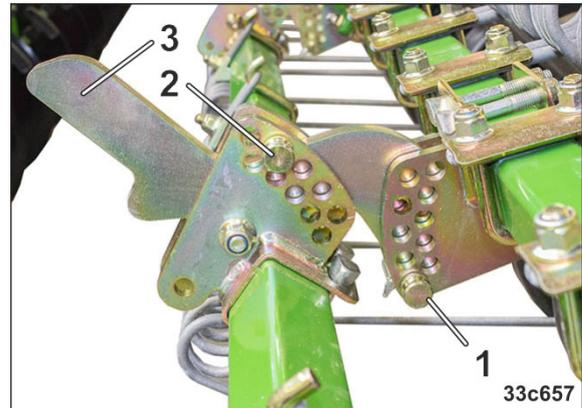

Fig. 192
3. Maintenez le recouvreur à dents par la poignée (Fig. 192/3).
4. Réglez la profondeur de travail des dents en bloquant le bras porteur avec l'axe (Fig. 192/1).
6. Modifiez l'angle de réglage des dents du recouvreur par rapport au sol en réglant l'axe (Fig. 192/2)
Veillez à ce que l'axe (Fig. 192/2) soit fixé en-dessous du bras porteur (Fig. 192/3) dans le segment de réglage.
Plus l'axe (Fig. 192/2) est logé bas sur le segment de réglage, plus l'angle de réglage est plat.
7. Bloquez l'axe (Fig. 192/2) avec une goupille à ressort après chaque changement de position.